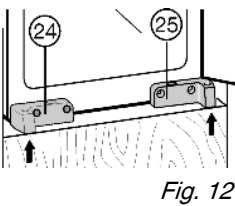

Fig. 12
- ▶ Выровняйте устройство по глубине: выровняйте переднюю кромку кронштейна Fig. 12 (24), кронштейн Fig. 12 (25) и крепежный уголок Fig. 12 (22) по передней кромке дна шкафчика и по боковой стенке.